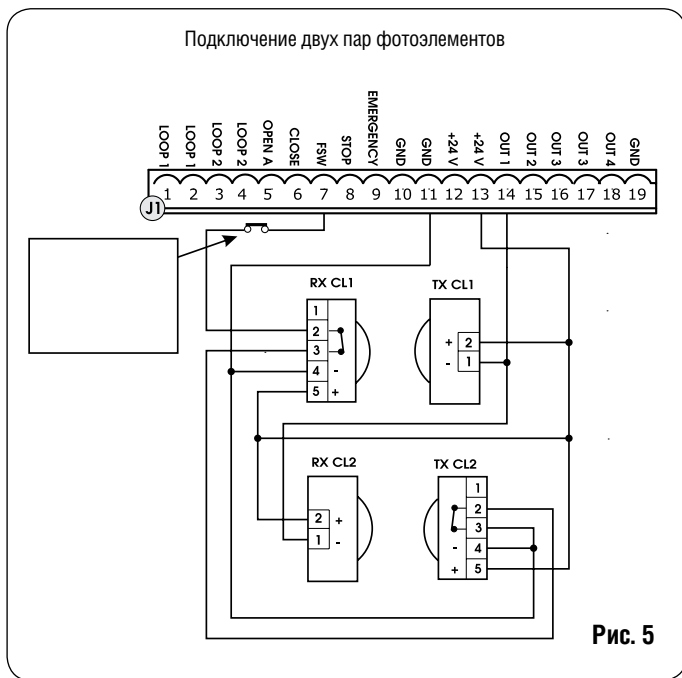

Рис. 5
**⚠** При подключении двух или нескольких устройств с Нормально открытыми (Н.О.) контактами располагать их последовательно (см.рис. 5).
**!** При установке нескольких генераторов импульсов на открывание, Н.О. контакты подключаются параллельно (рис.5)
**!** При установке нескольких генераторов импульсов на закрытие, Н.О. контакты подключаются параллельно (рис. 5)